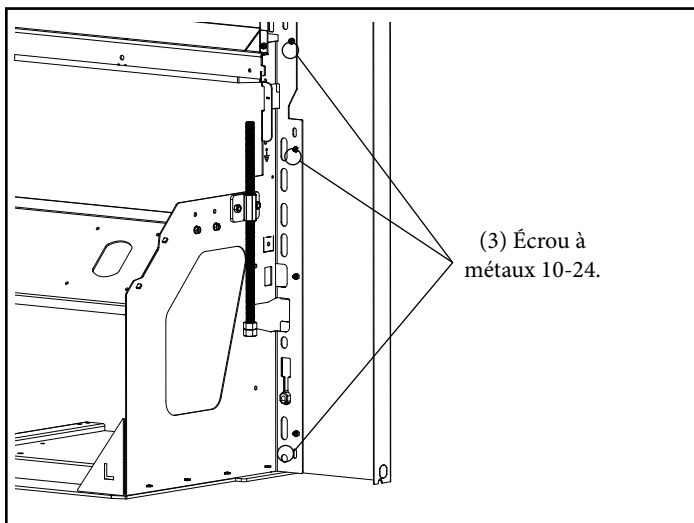

Figure 5.5
À l'aide de (6) écrous et goujons 10-24, installez les panneaux d'encadrement gauche et droit sur le cadre de montage. Laissez ces boulons desserrés jusqu'à ce que l'ensemble des panneaux d'encadrement ait été ajusté pour fournir le dégagement approprié. Figure 5.5